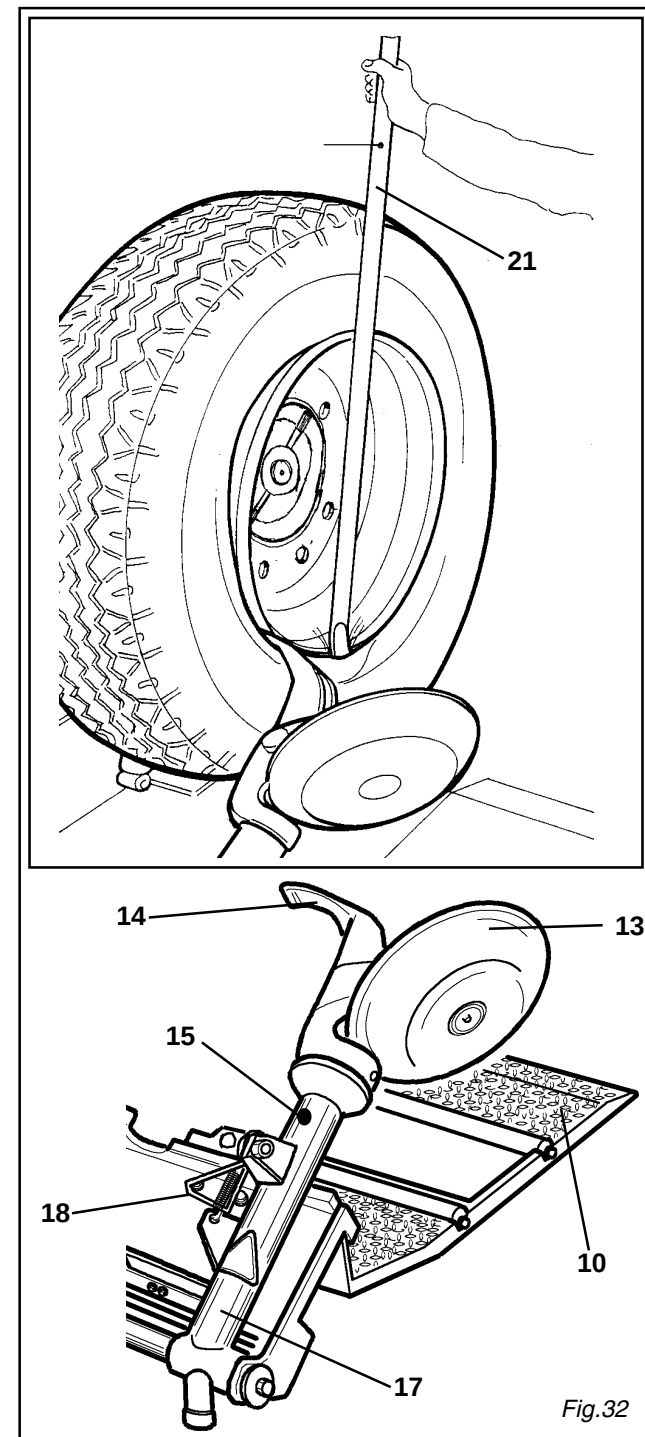

Fig.32
- 1) Den Werkzeugtragarm (17) in Raststellung hochklappen, auf die Radaußenseite verlegen und in Arbeitsstellung wieder festmachen.
- 5) Den Hebel (21) rechts vom Werkzeug zwischen Felge und Wulst stecken.
- 6) Den Hebel gedrückt halten und das Rad senken, bis wann sich der Felgenreif zirka 5 mm. fern vom Nagelwerkzeug befindet. (Abb. 32)
- 8) Den Werkzeugtragarm in Raststellung hochklappen. Das Spannfutter senken, bis wann der Reifen die Schiebebühne (10) berührt, die, wenn nach Außen leicht verlegt wird, den erforderlichen Platz zum Schlauchabziehen schafft.